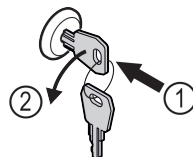

Fig. 167
- ▶ Inserire la chiave. Fig. 167 (1)
- ▶ Ruotare la chiave di 90° in senso antiorario. Fig. 167 (2)